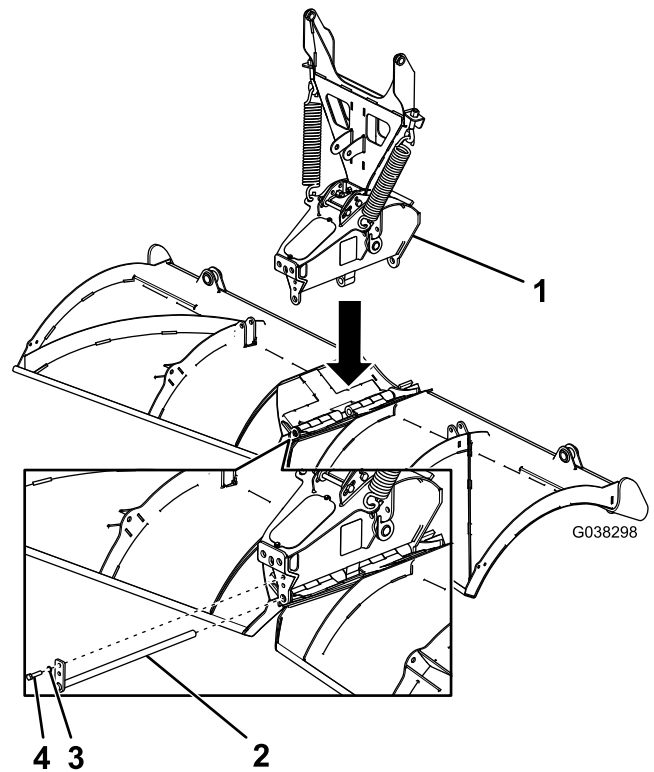

Bild 2
2. Setzen Sie den Schubrahmen zwischen den Scharnieren des Schildes an und verbinden Sie alle drei Elemente mit dem mittleren Scharnierstift, Federring und der Sechskant-Sicherungsschraube mit Nylon-Klemmteil (Bild 2).